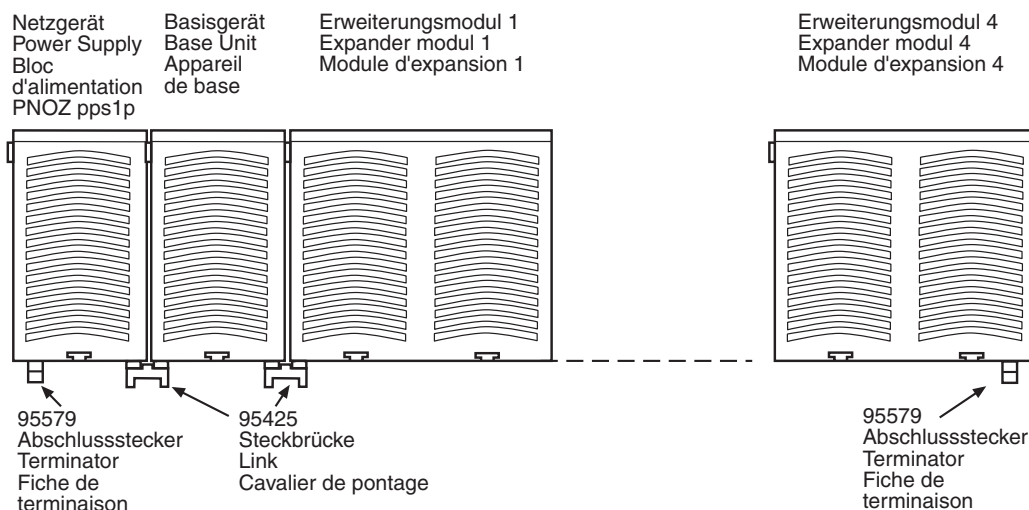

Fig. 2: Montage des PNOZ pps1p/Installation PNOZ pps1p/Montage du PNOZ pps1p
- **Beachten Sie: Auf das erste und letzte Gerät muss ein Abschlussstecker gesteckt werden (siehe Fig. 2)!**
- **Please note: Be sure to plug a terminator in to the first and last units (see Fig. 2)!**
- **Important : le premier et le dernier appareil doivent être pourvus d'une fiche de terminaison (voir fig. 2) !**